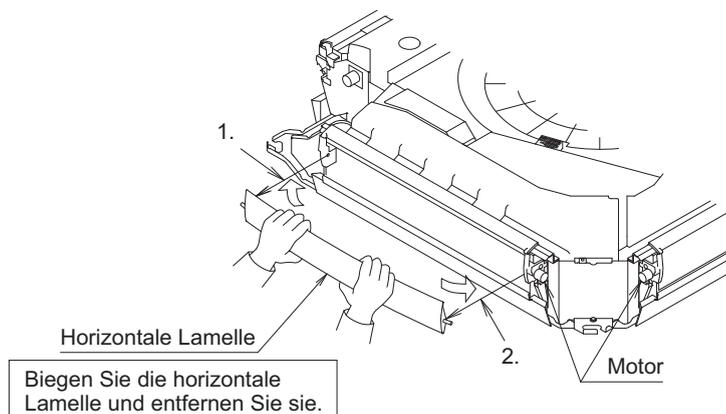
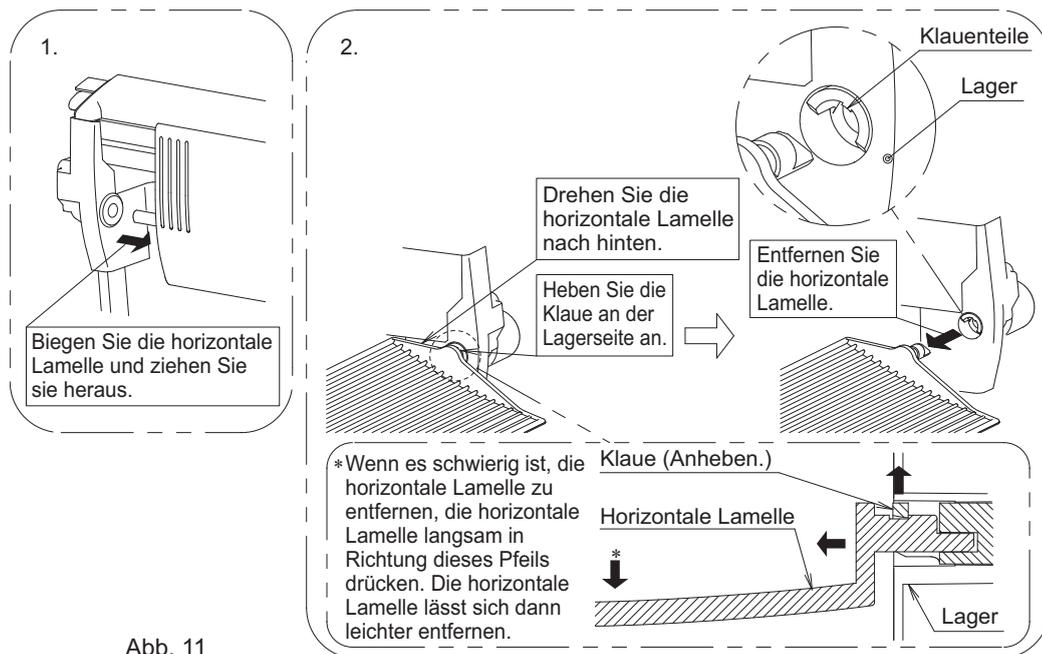

Abb. 10
Abb. 11
(1) Entfernen Sie die horizontale Lamelle des Luftauslasses, der blockiert werden soll. (Siehe Abb. 10 und Abb. 11)